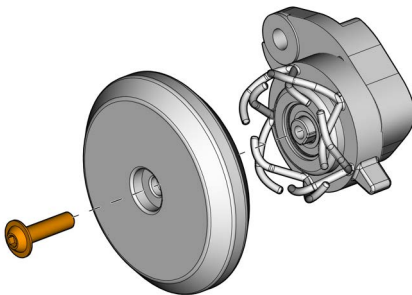

Figura 5-15 Parafuso da roda do codificador de índice
1. Segure a roda do codificador para impedir que ela gire e remova o parafuso (veja a Figura 5-15 na página 86).